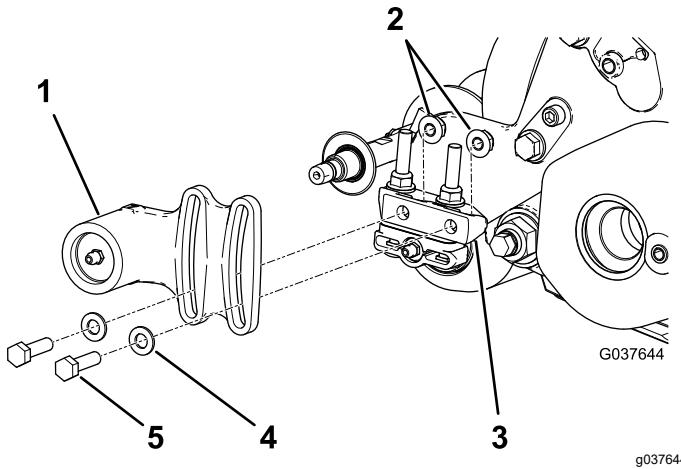
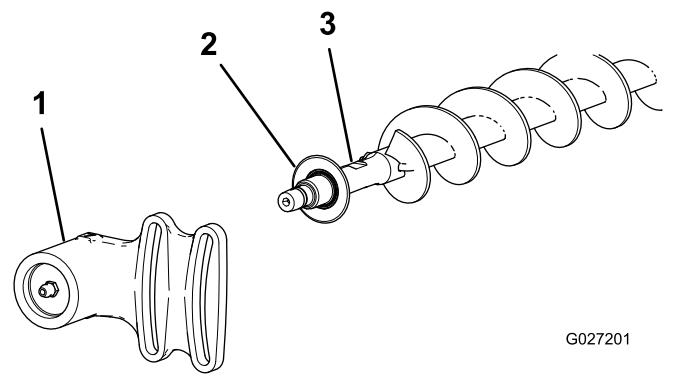

图 20
图 21
1. 如果滚刀组上安装有一个滚筒刷应拆下将非传动轴承座固定到轴承座安装支架 图 20 和 图 21 上的 2 个螺栓、垫圈和螺母。
2. 滑动非传动轴承座和防尘圈从刷轴上取下来 图 21。
9. 把防尘圈和非传动轴承座安装到刷轴上 图 21。